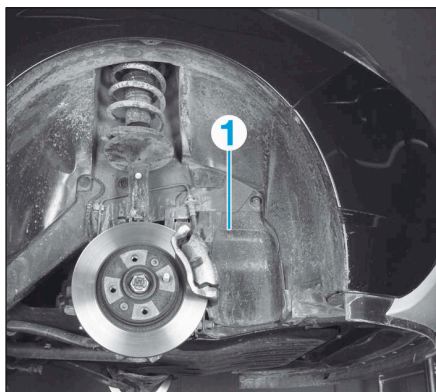

FIG.1
- Déposer la protection (1) (Fig.1).